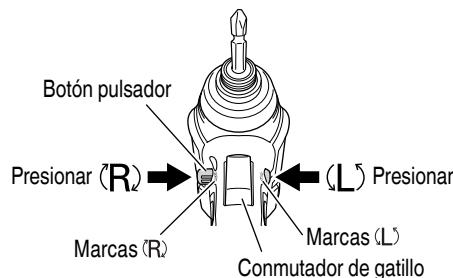

Fig. 8
El lado L (izq.) del botón pulsador se usa para hacer girar el manguito hacia la izquierda. (Vea la Fig. 8). (Las marcas (L) y (R) están en el cuerpo del taladro.)